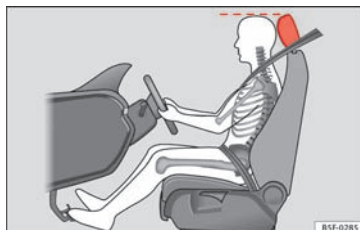

Fig. 75 Korrekt indstilling af førerens hovedstøtte
- Indstil hovedstøtterne således, at hovedstøttens øverste kant er på højde med den øverste del af dit hoved » Fig. 75.